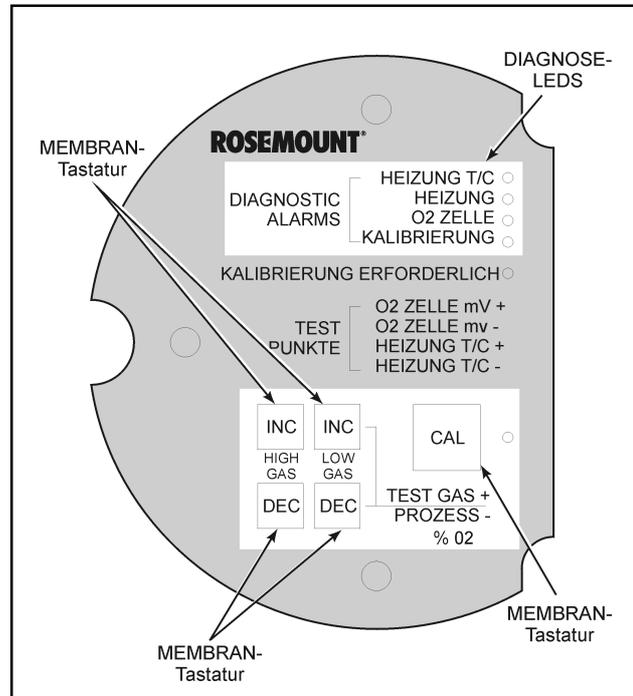

Abbildung III-4 Tastenfeld Oxymitter 4000
- ❑ **Tastenfeld.** Die fünf Drucktasten auf dem Tastenfeld werden nur für die Kalibrierung verwendet, um den hohen oder niedrigen Gaspegel einzustellen und den Kalibriervorgang zu beginnen (Abbildung III-4).